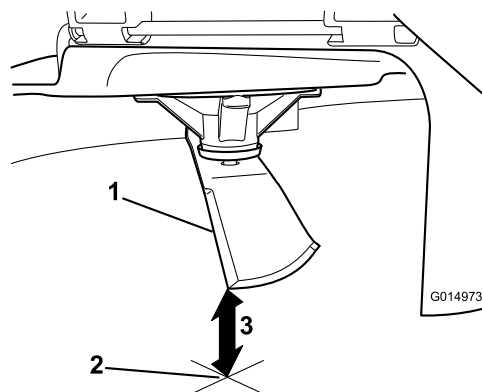

Figura 65
5. Misurate dalla punta della lama alla superficie piana (**Figura 65**).